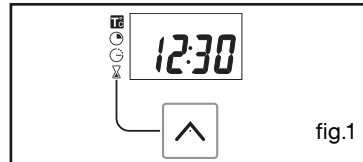

fig.1
L'afficheur clignote à 12:00. (fig.1)
*Le sélecteur de fonction doit obligatoirement être sur la position 0 (fig. 1).*
Celle-ci ne doit pas clignoter (fig.1).